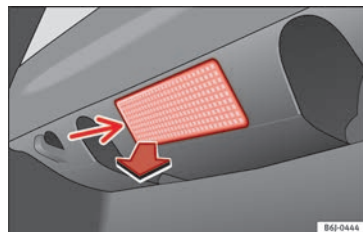

Fig. 110 Luz del maletero.
- Extraiga la tulipa haciendo presión sobre el borde de la parte interior de la misma (flecha) con ayuda de un destornillador por su parte plana »» **fig. 110.**